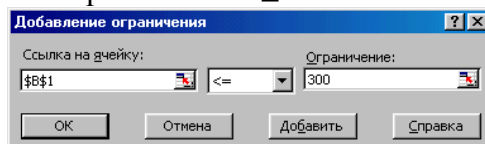

Рисунок 1.3 – Диалоговое окно «Добавление ограничения»
– В окне «Ограничения» активировать кнопку «Добавить». Откроется окно «Добавить ограничения» (рисунок 1.3). Вводим первое ограничение: в окне «Ссылка на ячейку» указывают адрес ячейки, где находится левая часть 1-го ограничения - \$B\$1, затем выбирают знак ограничения «≤» и значение – 300.